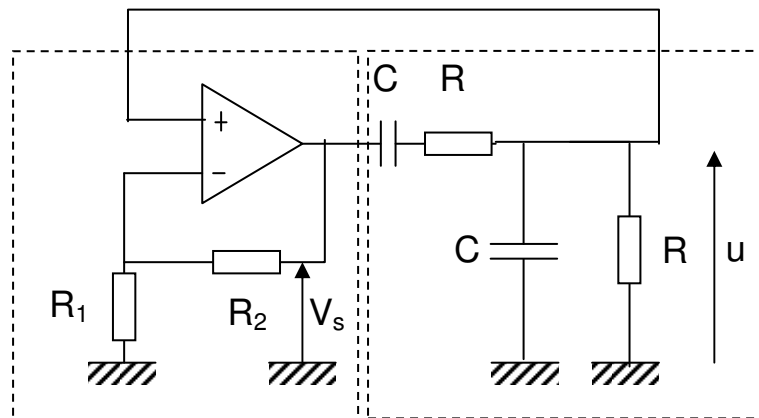

Figure 1 : oscillateur à pont de Wien.
2.2 Câbler le montage de la figure 1 en remplaçant dans un premier temps la résistance R_2 par un potentiomètre de 1 k Ω . Vérifier la condition d'oscillation en augmentant progressivement la valeur du potentiomètre. Mesurer la valeur de la résistance du potentiomètre correspondant à l'apparition des oscillations (on déconnectera le potentiomètre du circuit). Conclusion ?